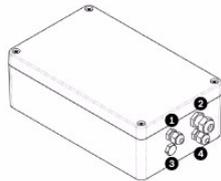

Figura 4.7 Caixa da fonte de alimentação PSU, com bucms identificados
17. Introduza a extremidade não ligada do cabo composto blindado no bucim M16 do canto superior direito (item 2, *Figura 4.7*).
22. Efectue as ligações de vídeo necessárias. Introduza o cabo coaxial que escolher – consulte a tabela em baixo para identificar os tipos de cabo recomendados, a distância máxima e outras especificações para a ligação de vídeo coaxial entre a fonte de alimentação MIC e o sistema de controlo da central de comando – através do bucim M12 no canto superior esquerdo (item 1, *Figura 4.7*).
25. *Apenas para saída de vídeo dupla*: se necessário, retire o passa cabos que tapa o orifício do bucim M12 do canto inferior esquerdo (item 3, *Figura 4.7*). Introduza um segundo cabo da saída de vídeo no bucim e depois ligue o cabo da saída de vídeo ligado à tomada BNC CN3. Este segundo cabo permite controlar o vídeo quer da câmara óptica, quer da câmara térmica. Os utilizadores podem alternar entre as duas câmaras.
26. Introduza o cabo de telemetria no bucim M12 no canto inferior direito (item 4, *Figura 4.7*).
28. Se ligar a placas de componentes adicionais (por exemplo, uma placa para alarmes de 8 entradas (MIC-516ALM) ou a uma placa para alarmes de 8 entradas mais placa de accionamento da bomba do sistema de lavagem (MIC-ALM), e/ou uma placa Bi-phase (MIC-BP4)), retire o passa cabos que tapa os orifícios de um bucim M12 (item 3, *Figura 4.7*). Ligue o bucim M12 fornecido. Faça as ligações apropriadas para o terminal plug-in CN2.